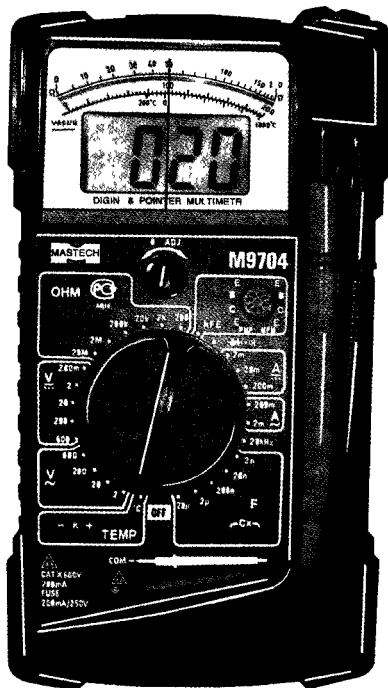

Рис. 13
**M9704** (рис. 13) предназначен для измерения напряжения и силы постоянного и переменного тока, сопротивления и емкости, частоты и температуры. С помощью этого прибора можно тестировать полупроводниковые диоды и транзисторы. К прибору прилагается термопара. Отличительной особенностью этого мультиметра является двойная индикация: аналоговая и цифровая. Благодаря многофункциональности и многопредельности, высокой чувствительности этот прибор незаменим в проведении научных исследований.